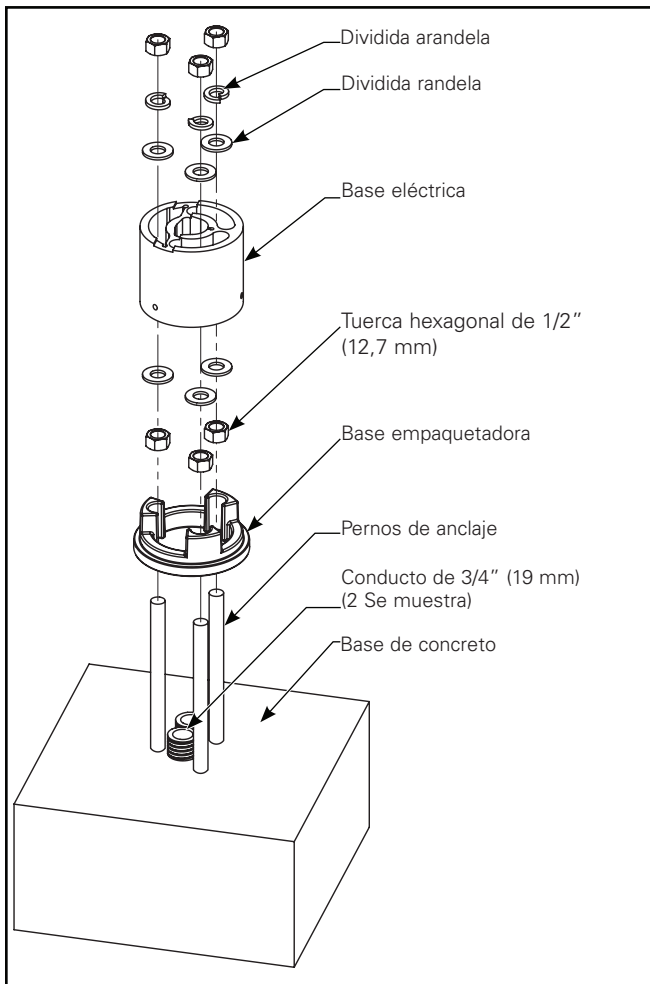

Figura 2.
5. Arme (3) tuercas hexagonales de 1/2" (12,7 mm) y (3) arandelas en los (3) pernos de anclaje. (Figura 2.)